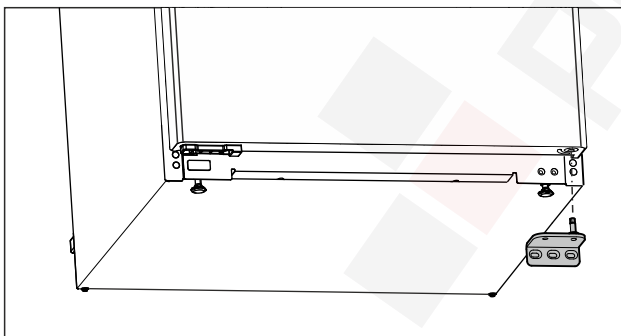

Fig. 16
- Vegye le lefelé a csapágybakot. (lásd Fig. 16)